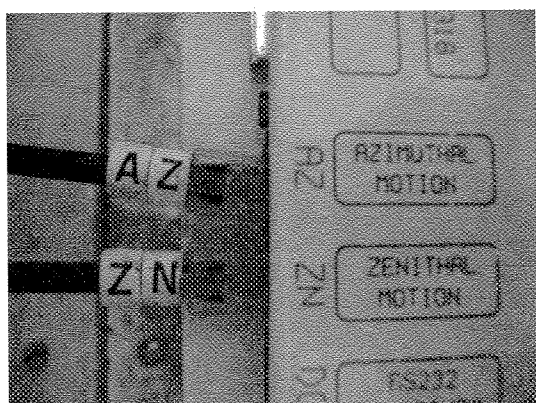

图 4-18 光学底盘和上部分别引出的两根线接到控制箱对应位置
(9) 光学底盘和上部分别引出的两根线连接到控制箱对应位置, 分别是“AZ”和“ZN”(图 4-18)。